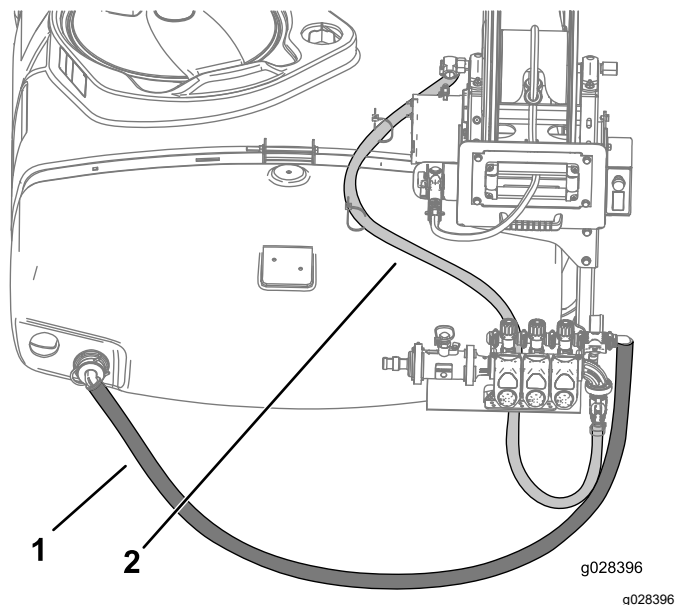

Bild 14
13. Verlegen Sie den Versorgungsschlauch der Schlauchtrommel, wie in Bild 14 gezeigt, und befestigen Sie ihn mit einer Schlauchklemme an der Schlauchtrommel.